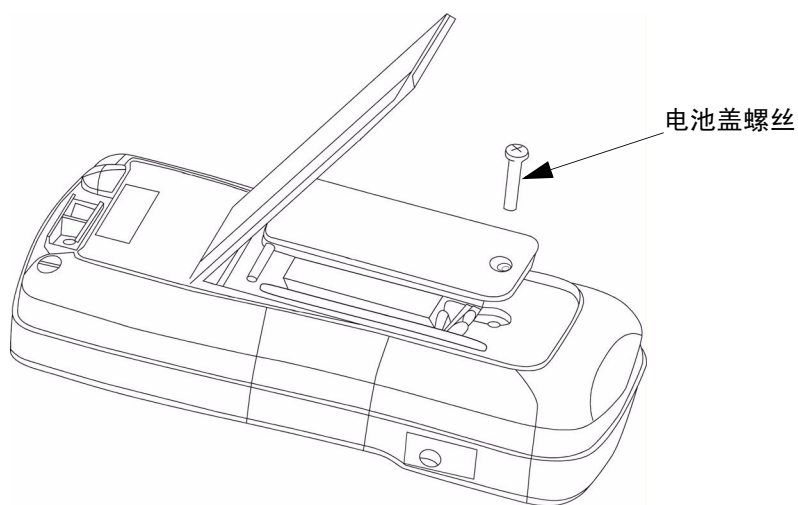

图 3-1 电池更换
- 1 使用适当的螺丝起子拧下螺丝，并取下电池盖，如图 3-1 中所示。